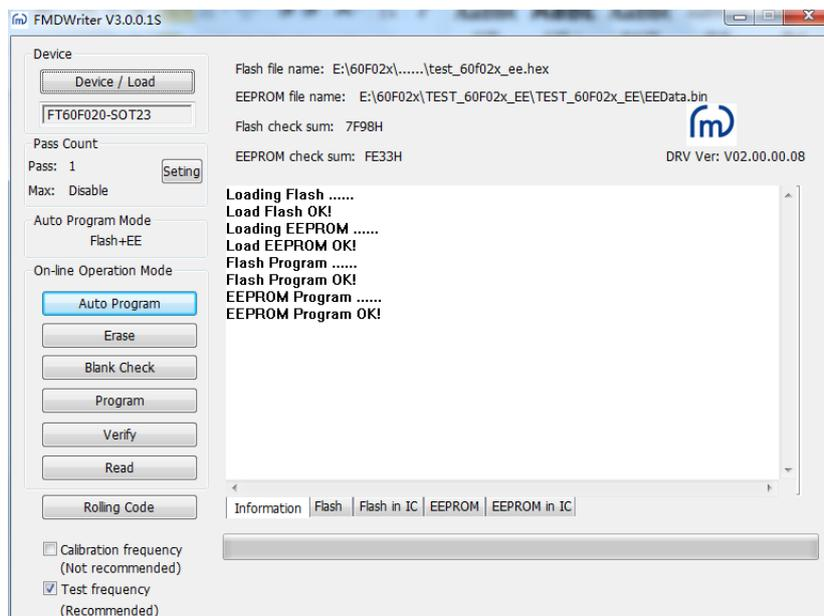

图 11. 执行自动烧录功能
- ◆ 待烧录芯片正确放入夹具后点击“Auto Program”按钮，烧录器便会依次执行“擦除”、“程序烧录”、“烧录校验”动作，信息提示如下图 11：